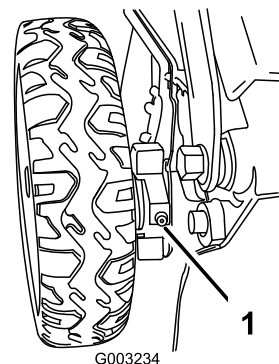

Figura 39
1. Con un cencio pulito tergete i raccordi d'ingrassaggio, situati appena all'interno delle ruote posteriori (Figura 39).